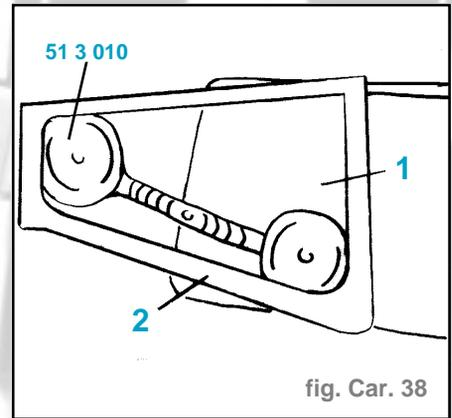

fig. Car. 38
- (A) : **7 mm**
- (B) : **15 mm**
- (B) : **9 mm**
- Placer l'outil **51 3 010** sur le chariot d'atelier et fixer la vitre (1) (fig.Car. 38)